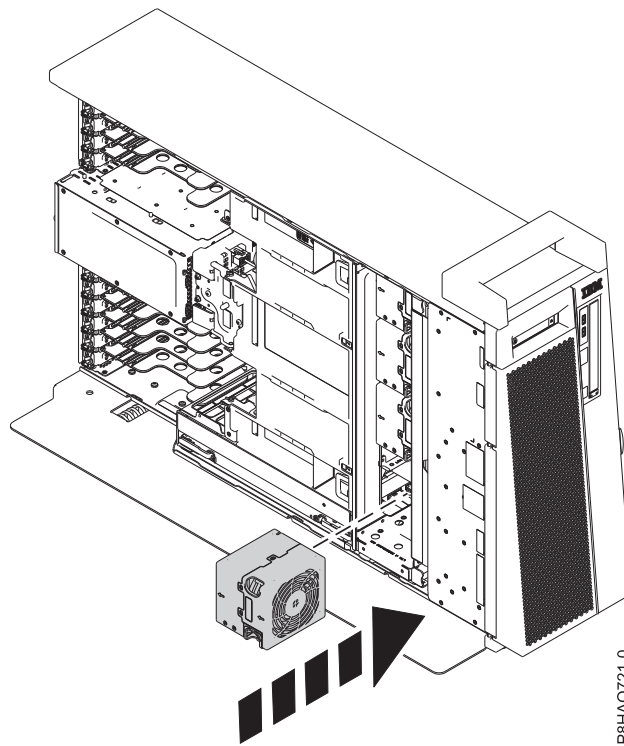

Figure 6. Remplacement du ventilateur dans un système autonome
- a. Pour un système autonome, faites glisser le ventilateur dans l'emplacement en appuyant sur les points tactiles ocre du ventilateur, comme illustré à la figure 6, à la page 7.
- b. Poussez le ventilateur dans l'emplacement pour l'installer, comme illustré à la figure 6, à la page 7, puis verrouillez le ventilateur une fois en place.